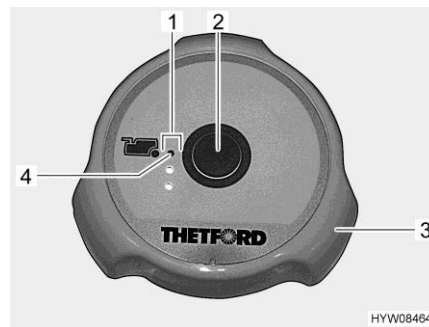

Fig. 201 Pulsante dello sciacquone/spie di controllo (toilette Thetford)
- Prima di tirare l'acqua, aprire il cursore della toilette Thetford. A tal fine ruotare la maniglia girevole (Fig. 201,3) in senso antiorario.
- Per sciacquare premere il pulsante blu (Fig. 201,2).
- Dopo aver tirato l'acqua chiudere il cursore. Ruotare la maniglia girevole (Fig. 201,3) in senso orario.
Le spie di controllo (Fig. 201,1) indicano il livello del serbatoio fecale. Quando si accende la spia di controllo rossa (Fig. 201,4), il serbatoio fecale deve essere svuotato.